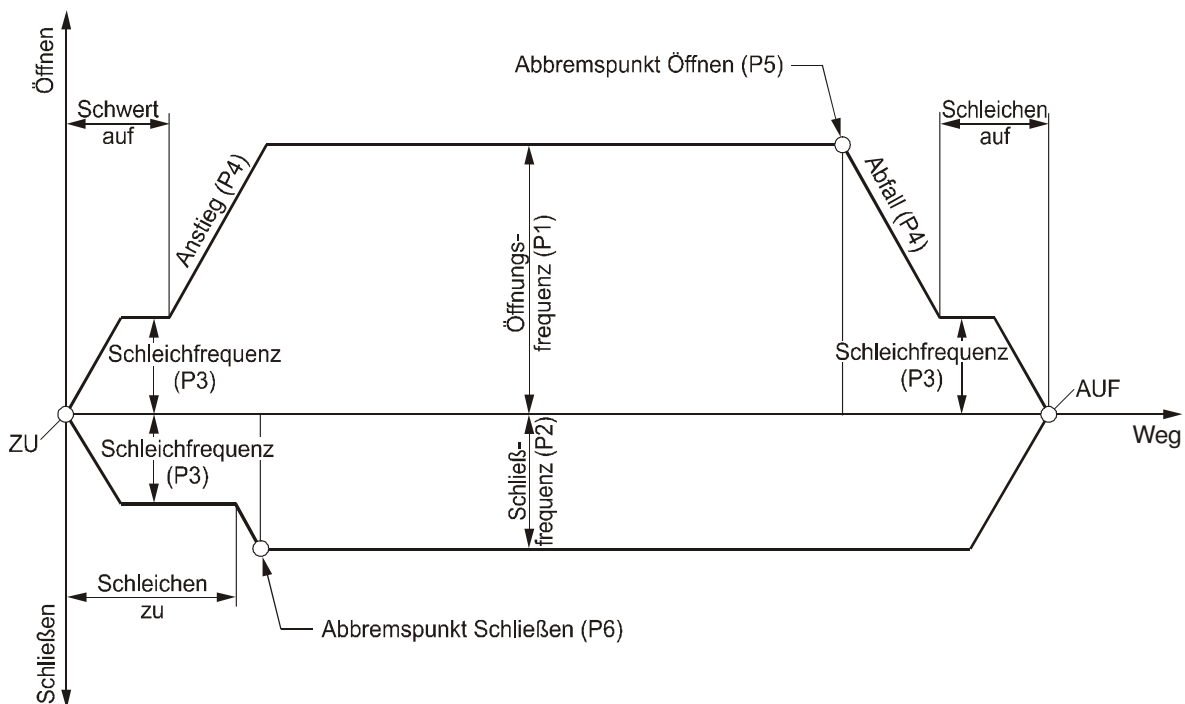

Bild 5-1 Fahrkurve der Türbewegung
- Im Bild 5-1 sind die einzelnen Parameter mit ihrer Bedeutung für den Türantrieb dargestellt.
- Der Parameter P4 bestimmt die Zeit, die beim Übergang zwischen minimaler und maximaler Frequenz vergeht. Er legt damit den Anstieg und Abfall (siehe Bild 5-1) bei Frequenzänderung fest.